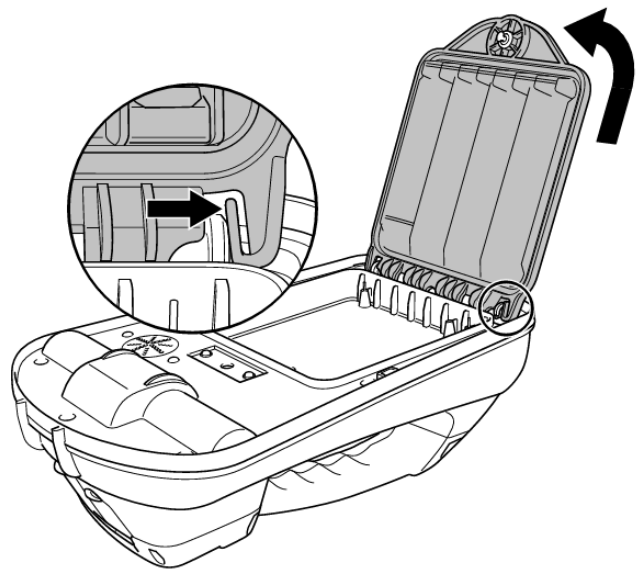

Abbildung 4.10: Sicherungslasche nach außen drücken und Batteriefach entnehmen
- 3 Lösen Sie die Sicherungslasche (Abb. 4.10) durch leichtes Drücken nach außen und heben Sie dann das Batteriefach heraus.